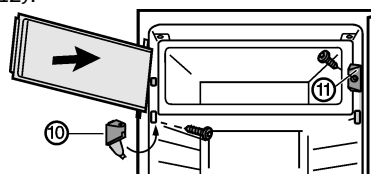

Fig. 7 \*
- Установите запирающий элемент Fig. 7 (11)\*.
- Установите кронштейн Fig. 7 (10) и примкните крышку.\*